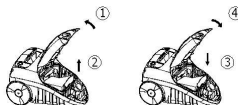

Рис. 11
- 2) В случае если, вы не установили или неправильно установили мешок для пыли верхняя крышка может закрываться не полностью. (См. рисунок 11):